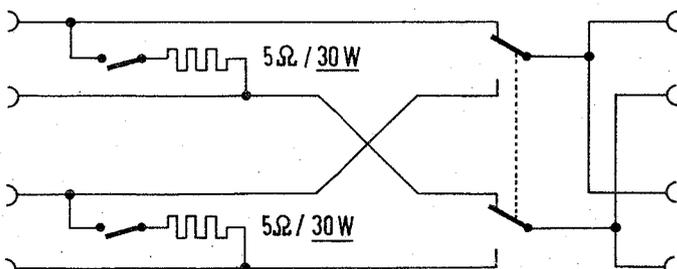
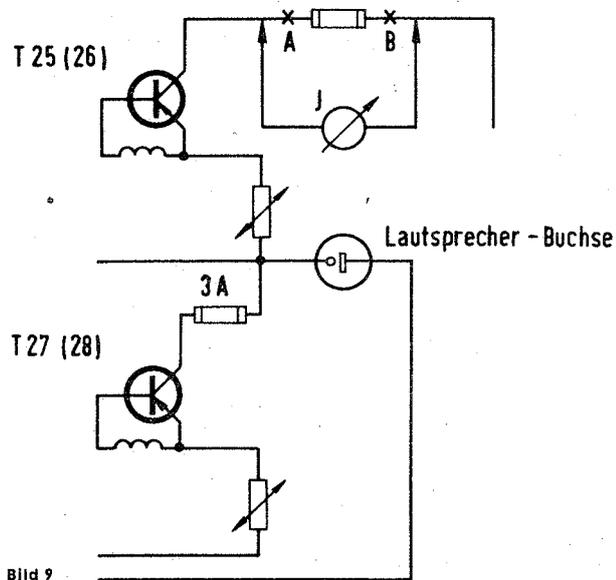
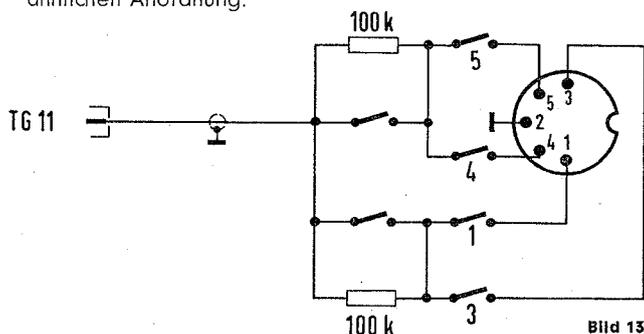

Bild 8
Bild 9
Bild 13
Die Schaltung nach Bild 8 mit den 5-Ω-Belastungswiderständen wird an die Lautsprecherbuchsen des einzustellenden Verstärkers angeschlossen. Die Sicherung zwischen Punkt A und B (Bild 9) wird ausgelötet und ein Strommesser (Multavi) angeschlossen.
An einen der Meßausgänge in der Schaltung nach Bild 8 wird ein Voltmeter mit Nullpunktmitte (UV 4) gelegt. Die beiden Belastungswiderstände 5 Ω sind abzuschalten. Der Abgleich wird nun folgendermaßen durchgeführt: Mittels des Widerstandes R 445 (446) wird ein Strom (Bild 9) von 40 mA eingestellt und anschließend die Symmetrie mit dem Regler R 437 (438) Nullabgleich des Voltmeters mit Nullpunktmitte). Da beide Einstellungen nicht unabhängig voneinander sind, müssen sie etwa zweimal wiederholt werden. Sind die Einstellwerte in Ordnung, wird die Sicherung wieder eingelötet und an den Lautsprecher-Buchsen nochmals die Symmetrie kontrolliert. Es darf keine Gleichspannung anliegen.
Alle oben beschriebenen Prüf- und Einstellarbeiten sind sehr gewissenhaft durchzuführen. Über die Anschlußleitung (Bild 13) in den Tunereingang (Kontakt 3—5) ist eine Signalspannung von 1 kHz derart einzuspeisen, daß an den Ausgängen (Schaltung Abb. 8) eine Spannung von 12,25 V für den SV 80 gemessen wird. Um nun zu kontrollieren, ob der Sinus in Ordnung ist, dreht man die Eingangsspannung soweit auf, daß die Ausgangsspannung zu begrenzen beginnt. Der Beginn der Begrenzung liegt bei Verstärkern, die einwandfrei sind, merklich über der angegebenen Ausgangsspannung für Vollaussteuerung. Wenn nun nach Prüfen des Fremdspannungsabstandes nichts zu beanstanden ist, kann man fast sicher sein, daß der Klirrfaktor nicht über der zulässigen Grenze liegt.